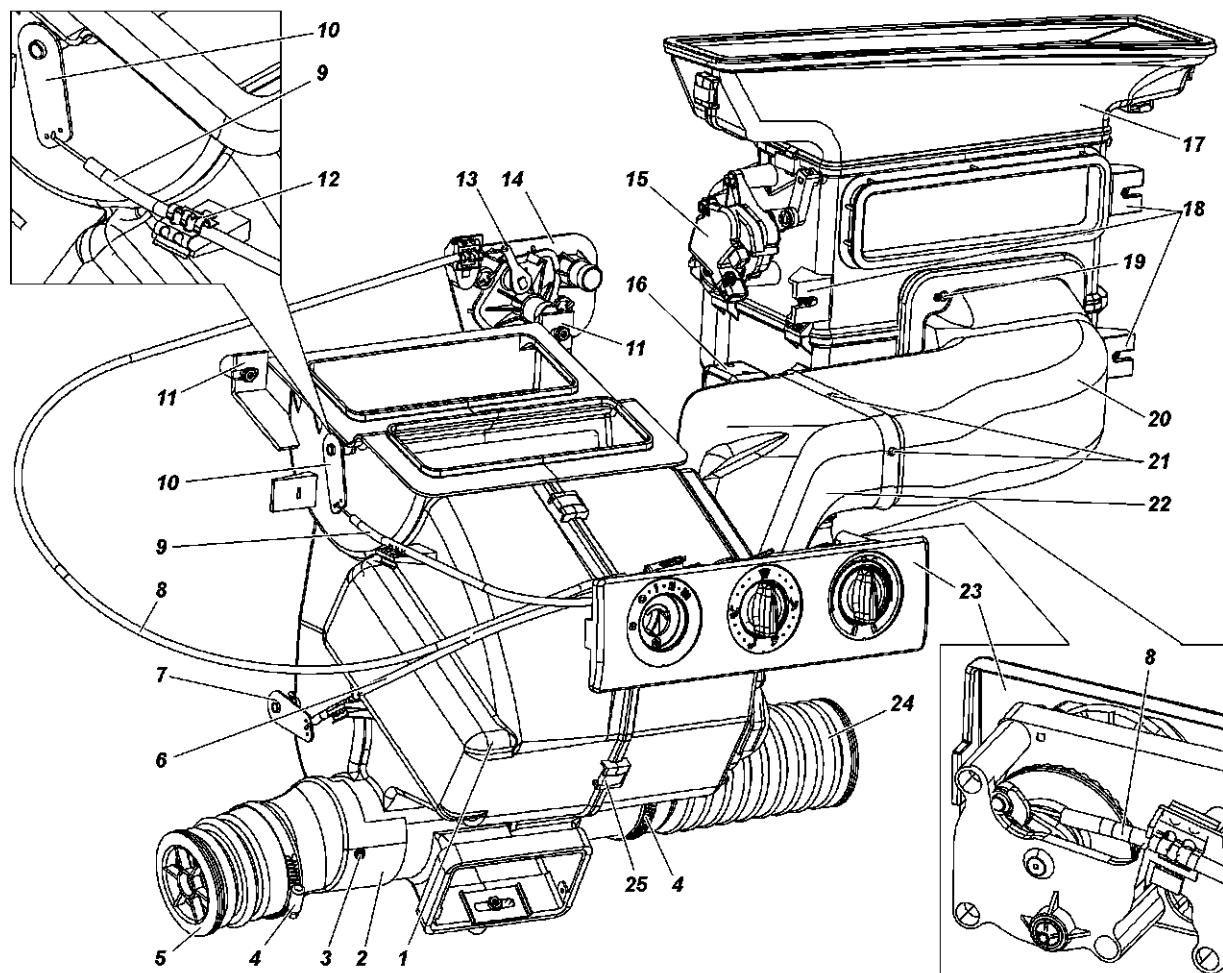

Рис. 15.32. Отопитель:
1. Отверните два винта крепления правого воздуховода 20 (рис. 15.32) к воздухозаборнику и винты 21, скрепляющие воздуховоды. При необходимости снимите установленный в правом воздуховоде 20 добавочный резистор.
8. Отверните три гайки крепления отопителя (две гайки на кронштейнах 11 (см. рис. 15.32) и одна в патрубке для воздуховода обогрева ног задних пассажиров), снимите шайбы и пластины. Снимите отопитель с болтов щитка передка, выньте пластмассовые втулки.